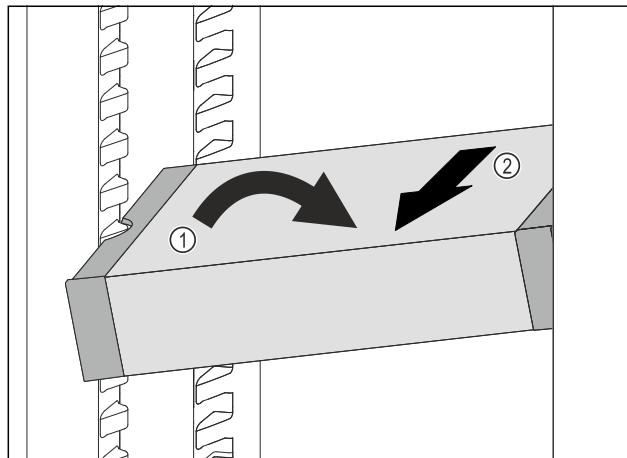

Fig. 108
- VarioSafe postavte v chladničke šikmo. Fig. 108 (1)
- VarioSafe vyberte dopredu. Fig. 108 (2)